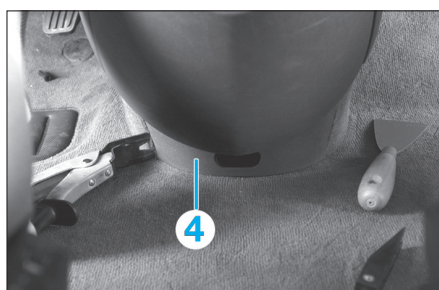

Fig. 6
- Décliper la garniture inférieure (4) de la console centrale (Fig.6).